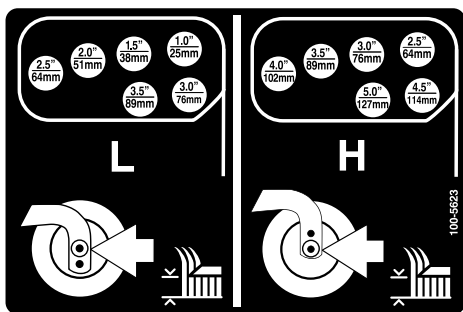

Bild 23
7. Drehen Sie die Spannstange, um den Gelenkarm anzuheben oder abzusenken, bis die Löcher mit den ausgewählten Löchern in der Schnitthöhenhalterung im Mähwerkrahmen ausgerichtet sind (Bild 22 und Bild 23).